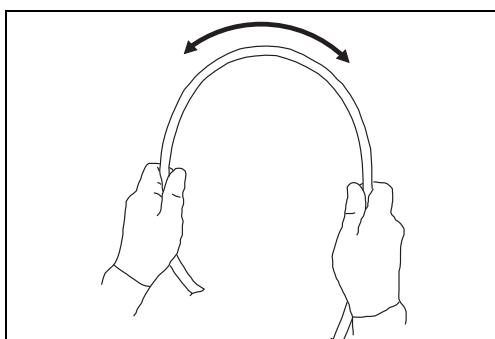

Figure 2.5
- h) Former un arc de cercle avec le tube d'insertion à l'aide des deux mains, comme illustré à la Figure 2.5. Faire glisser le tube d'insertion dans le sens de la flèche illustré dans la figure de gauche pour vérifier que la partie insérable peut être pliée facilement et progressivement sur toute sa longueur de manière à former un arc de cercle.